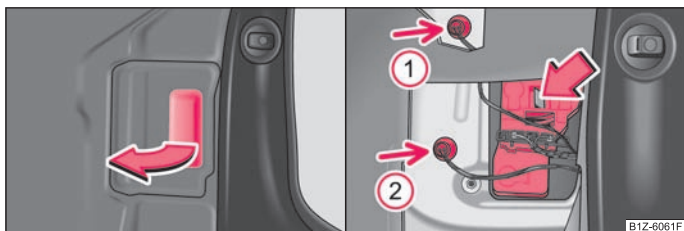

Fig. 153 Bagagliaio: Coperchio del portalampade / smontaggio del portalampade
- Aprire il coperchio del portalampada ⇒ fig. 153 - lato sinistro.
- Rimuovere le lampadine delle luci di posizione (freccia ① e ②).
- Premere le linguette di bloccaggio nel senso indicato dalla freccia e sfilare il portalampade ⇒ fig. 153 - a destra.
- Inserire le lampadine delle luci di posizione (freccia ① e ②).
- Rimuovere la lampadina difettosa (freccia ① o ②) dalla sede e sostituirla con una nuova della stessa tipologia.